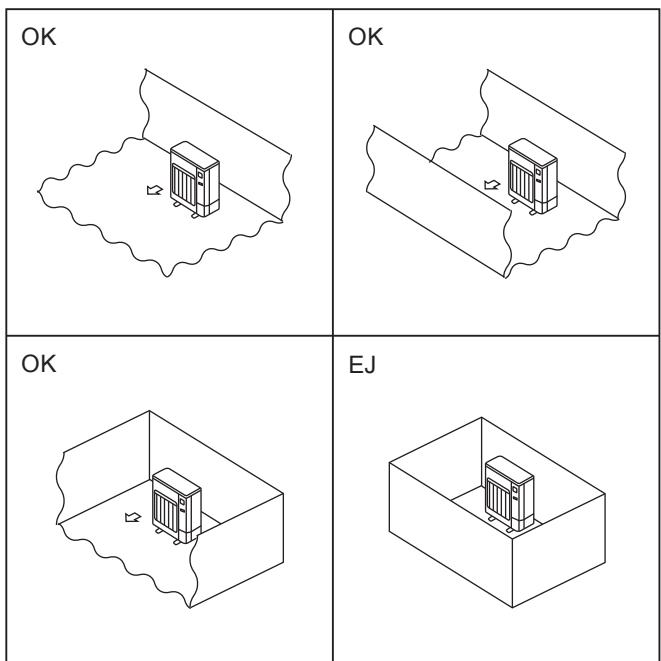

Fig. 2-2
- ◎ Installera utomhusenheter på en tillräckligt stor plats där minst en av de fyra sidorna är öppen och det inte finns några nedskräckningar. (Fig. 2-2)